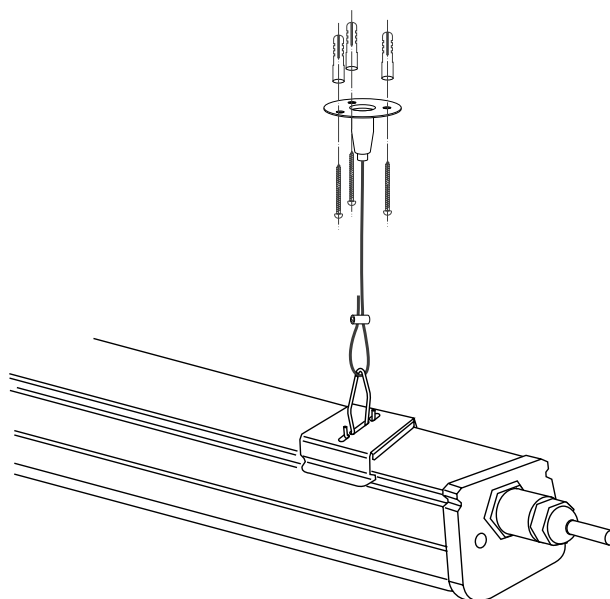

Рис. 2. Установка светильника подвесным способом
- Для подвесного монтажа (рис. 2) закрепите на потолке цанговые зажимы для тросов (арт. 043656). Выверните из скобы фиксирующий винт. Закрепите на скобе зажим для троса. Установите скобу на светильник и закрепите ее фиксирующим винтом.